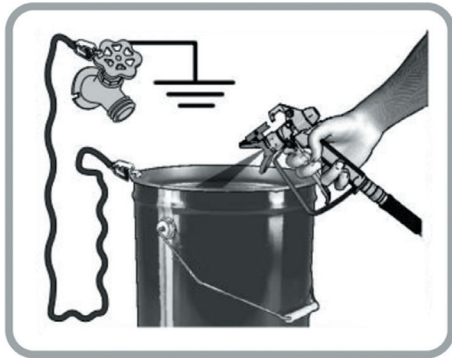

Рис. 14
- Для поддержания целостности цепи заземления при промывке распылителя или сбросе давления плотно прижмите металлическую часть распылительного пистолета к боковой поверхности заземлённого металлического ведра, затем нажмите курок пистолета (рис. 14).